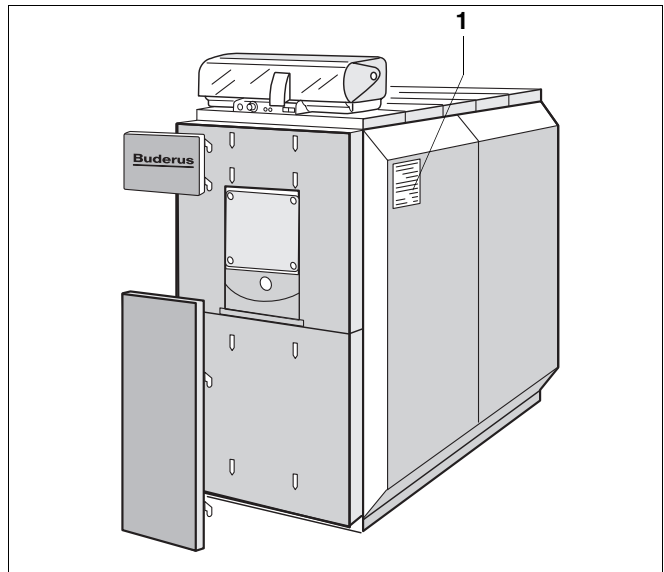

Fig. 23 Fastgøring af mærkeplade
- Monter mærkepladen (fig. 23, **pos. 1**) foroven på højre eller venstre sidevæg afhængigt af forholdene på stedet.